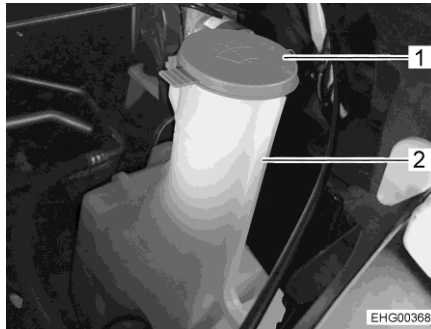

Bild 37 Påfyllningsöppning spolarvätskebehållare
- Ta bort locket (Bild 37,1) från påfyllningsöppningen (Bild 37,2) på spolarvätskebehållaren.